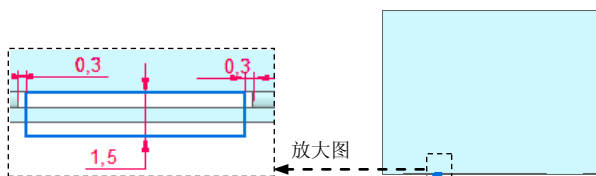

图 8.7.15 截面草图
(1) 选择命令。单击“主页”功能选项卡“钣金”工具栏中的“平板”按钮。
(2) 定义特征的截面草图。
① 选取草图平面。在系统“单击平的面或参考平面。”的提示下，选取俯视图（XY）平面作为草图平面。
② 绘制图 8.7.15 所示的截面草图。